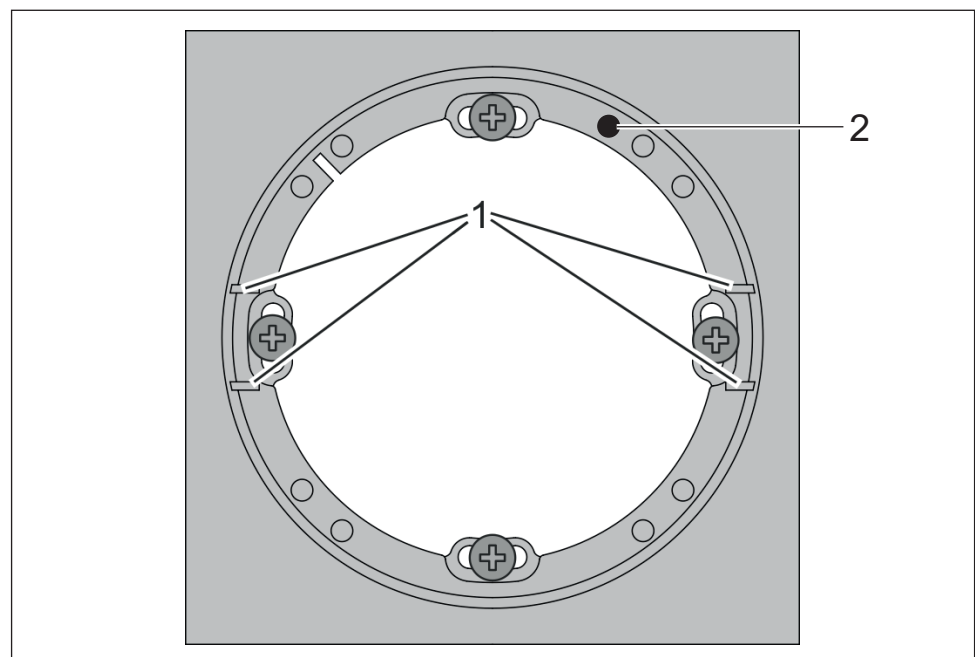

Fig. 12: Telaio, lettore WRU 200
2. Avvitare il telaio del lettore alla scatola di commutazione preinstallata. Assicurarsi che i listelli di supporto per il lettore a destra e a sinistra (Fig. 12/1) e la marcatura nera (Fig. 12/2) si trovino in alto.